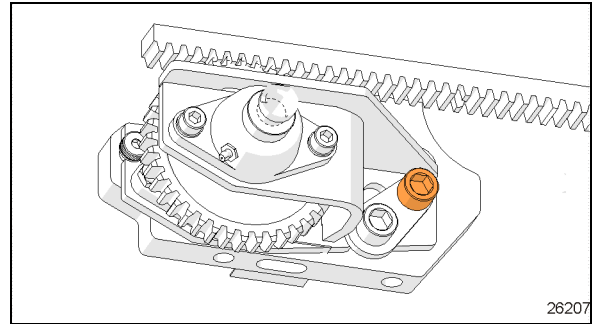
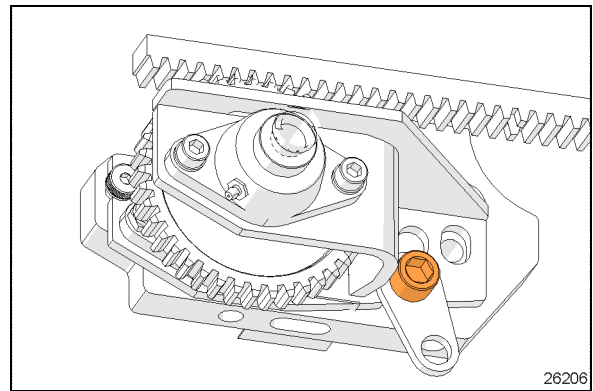

FIGURE 33: ENLEVER LA VIS SUPÉRIEURE
FIGURE 34: VIS INFÉRIEURE TENSION ENLEVÉE
1. Enlever la vis supérieure tel qu'indiqué à la Figure 33
2. Dévisser légèrement la vis inférieure pour enlever la tension sur la languette (Figure 34)
5. Dévisser et enlever les vis du palier supérieur (7). Conserver la quincaillerie.
6. Retirer l'arbre (1).
7. Enlever le pignon usagé (3). Si la clavette est endommagée, la remplacer.
8. Sur l'arbre (1), installer la bague d'appui (6), la clavette (5), le nouveau pignon (3) et les rondelles de butée (4).
9. Pousser l'arbre à travers le collet inférieur (2) et le palier inférieur jusqu'à ce que bout de l'arbre appuie sur la plaque inférieure du support.
15. Serrer les vis supérieures et inférieures (Figure 33, Figure 34) de l'ensemble de pignon. **Serrer à 198 lb-pi (268 Nm)**